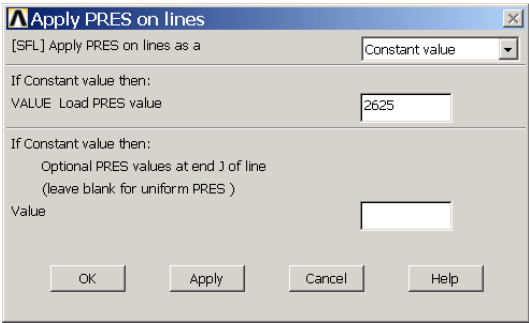

图9.20 施加荷载
(21) 单击 Main Menu>Preprocessor>Loads>Define Loads>Apply>Structural>Pressure>On Lines 菜单，选择模型顶边线，单击【OK】按钮，弹出如图 9.20 所示的对话框。在【Load PRES value】文本框中输入压力值【2625】，单击【OK】按钮。